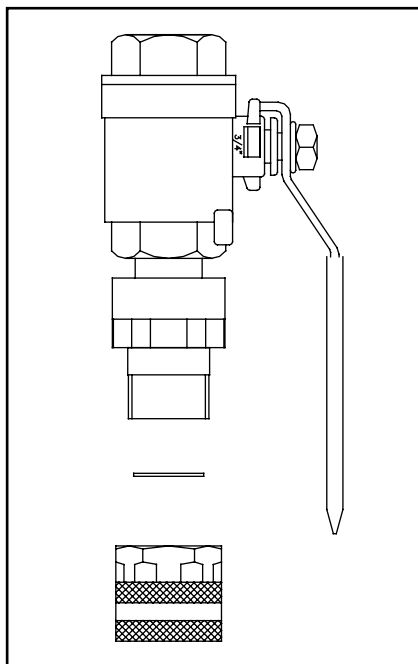

Fig. 8
### 2.1 Filter (Fig. 8)
4. Afmonter filteret, som er placeret mellem tilgangskoblingen og vakuumventilen (Fig. 8), og anbring det i en kalkopløsende væske, indtil kalken er opløst.